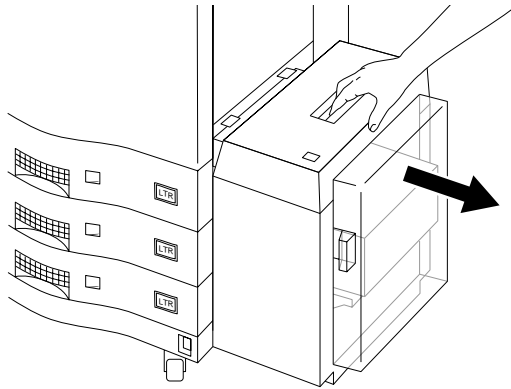

Abbildung 4-55 Lösen der HLZ-Einheit vom Drucker
1. Lösen Sie die HLZ-Einheit vom Drucker, und ziehen Sie sie auf ihren Führungen zurück, wie in Abbildung 4-55 gezeigt.